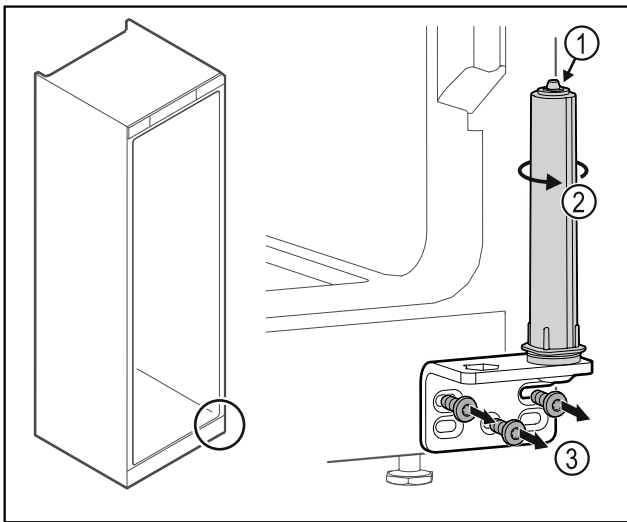

Fig. 46
- ▶ Deursluitsysteem Fig. 46 (1) niet uit elkaar halen.
- ▶ Sluitsysteem Fig. 46 (2) draaien tot het klikt.
- ▶ Scharnierhoek Fig. 46 (3) losschroeven.